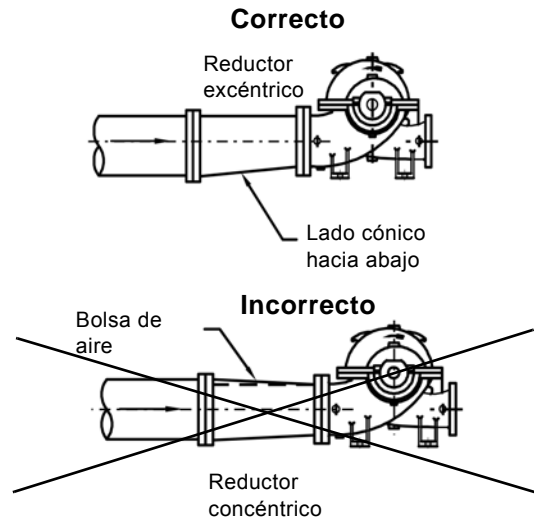

Fig. 7 Tubería de entrada
- Use un reductor excéntrico con el lado cónico hacia abajo. Consulte la fig. 7.